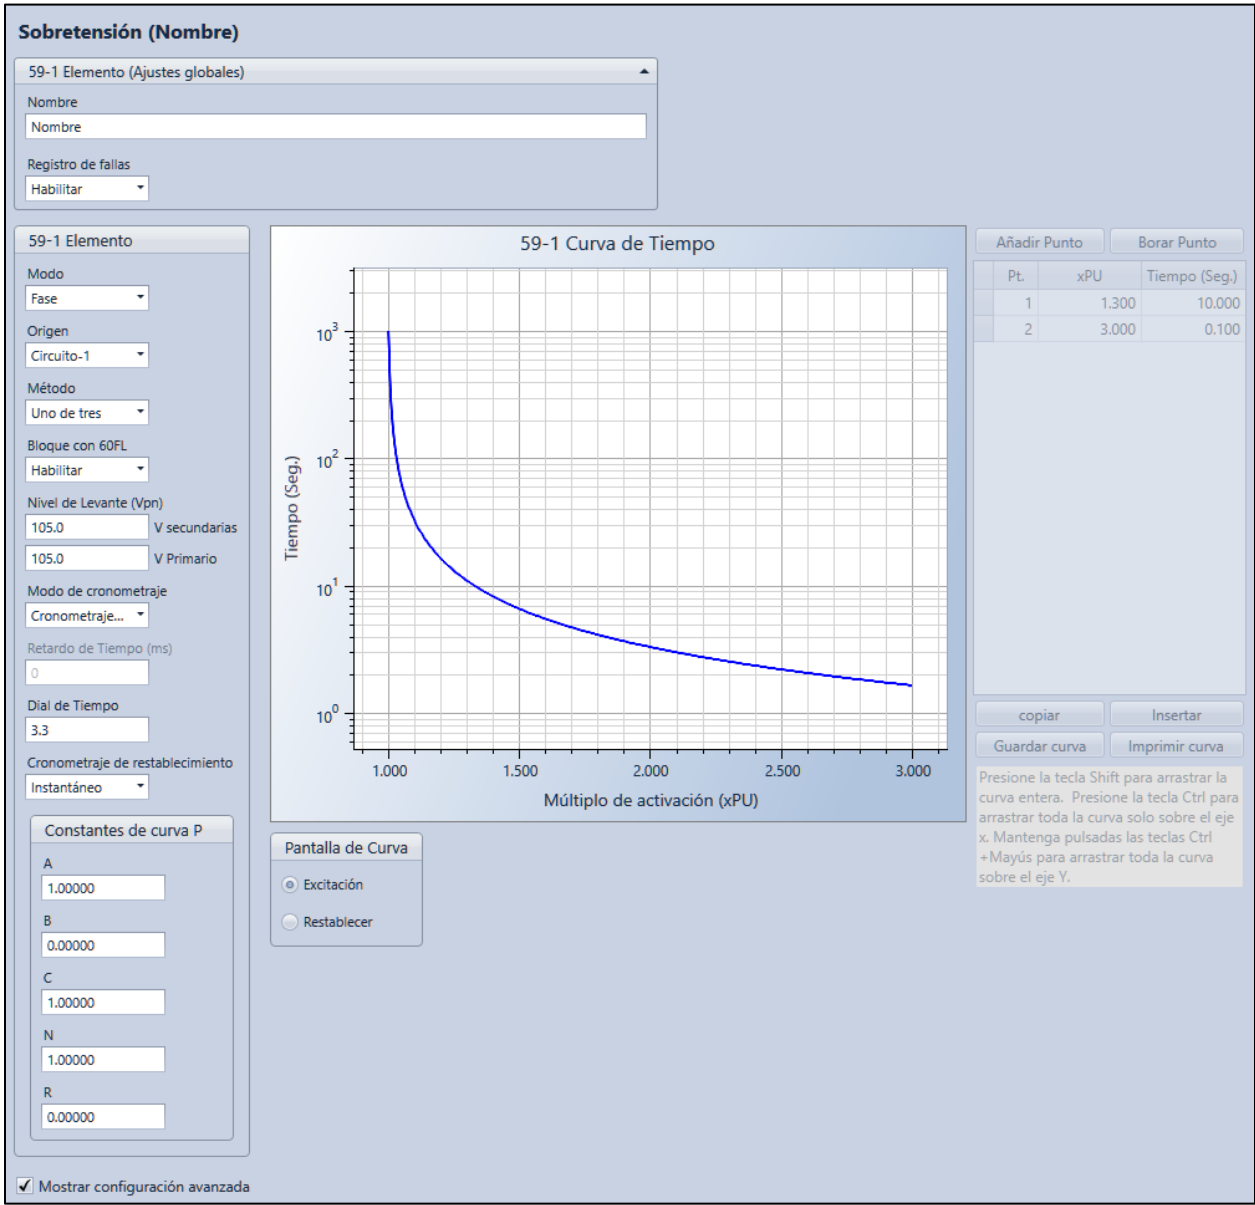

Figura 32-2. Pantalla Ajustes de la sobretensión
Los ajustes operativos del elemento sobretensión se configuran en la pantalla de ajustes Sobretensión (59) (Figura 32-2), en BESTCOMSP^{lus}.